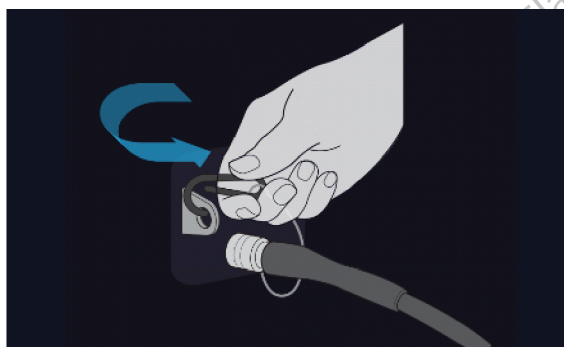

Figura 9. Fije el cable de seguridad a la consola
3. Fije el cable de seguridad en el extremo de la línea de suministro de gas al clip de seguridad en la consola (consulte la Figura 9).